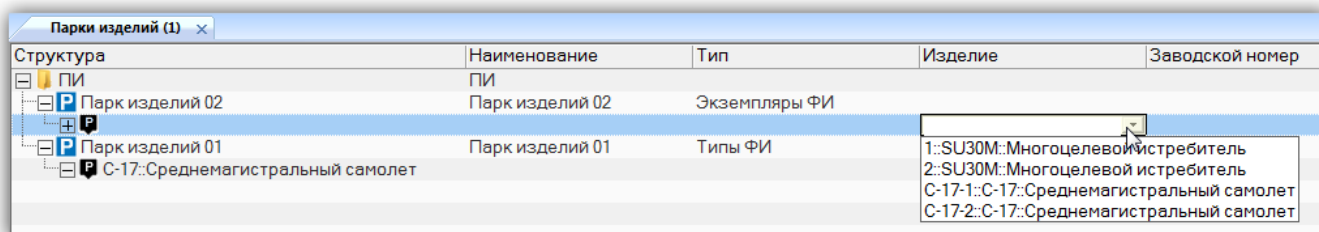
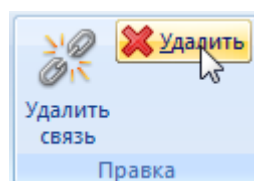

Рис. 10-403 – Выбор экземпляра ВС для изделия
Рис. 10-404 – Кнопка «Удалить» панели «Правка»
8) Из раскрывшегося в поле «Изделие» списка выбрать либо тип ВС (рис. 10-403), либо экземпляр ВС (рис. 10-404), в зависимости от типа парка изделий.